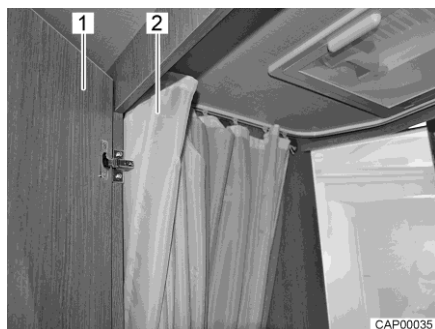

Fig. 95 Vano WC con doccia
- Per utilizzare la doccia, chiudere la porta (Fig. 95,1) e tirare completamente la tendina della doccia (Fig. 95,2), in modo da proteggere tutte le pareti.